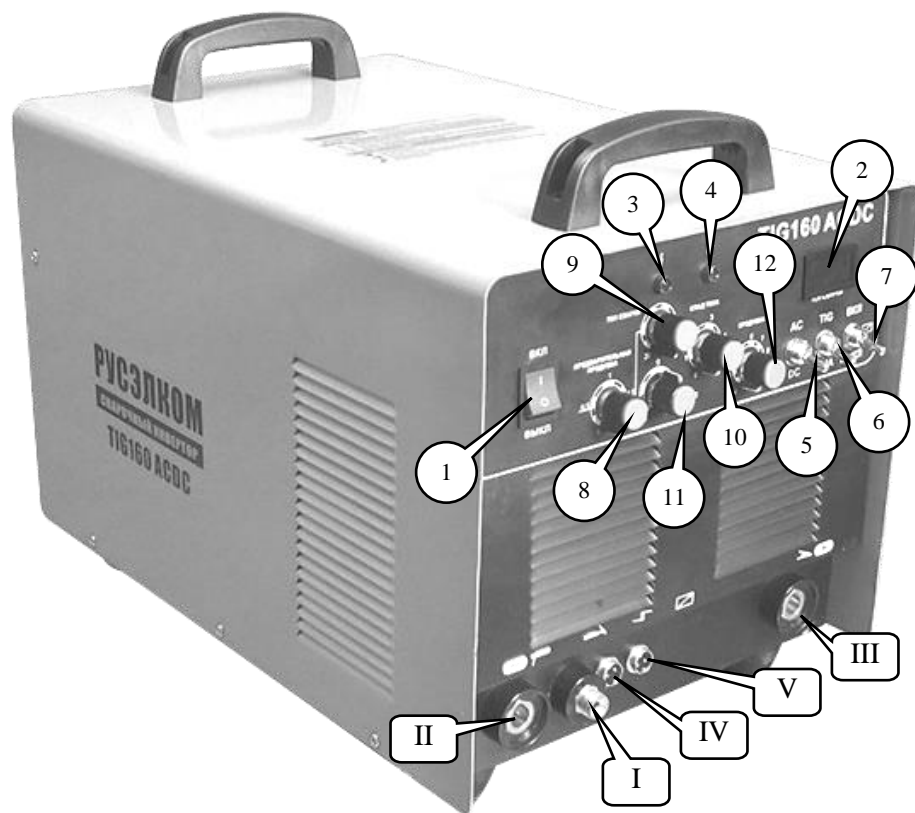

Рис. 1. Расположение органов управления и индикации.
- Подключить силовой разъем держателя электродов к разъему III (Рис. 1) сварочного аппарата.
- Подключить силовой разъем держателя электродов к разъему II (Рис. 1) сварочного аппарата.
Данная линейка аппаратов имеет возможность дистанционного управления сварочным током. Пульт дистанционного управления необходимо подключить к разъему IV аппарата (Рис. 1) и установить переключатель 7 в положение «ВКЛ».